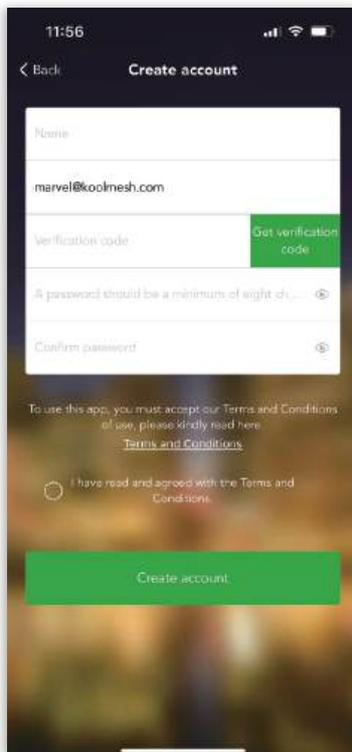
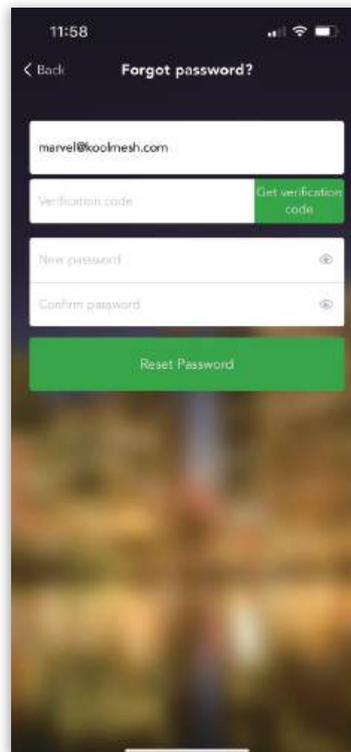

Abbildung 1.1 Konto eröffnen
Abbildung 1.2 Passwort abrufen
2. Als Erstbenutzer müssen Sie ein Konto erstellen, die erforderlichen Angaben machen und die Geschäftsbedingungen akzeptieren (siehe Abbildung 1.1). Wenn Nutzer das Passwort vergessen haben, können sie auf "Passwort vergessen?" klicken, um es wiederzufinden, und die Koolmesh-App sendet das Passwort per E-Mail, welches zulässig sein muss (siehe Abbildung 1.2).